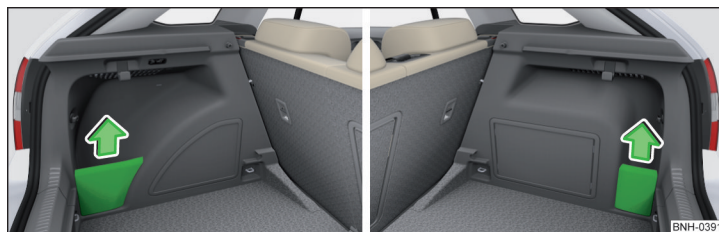

Fig. 93 Îndepărtarea capacului compartimentului de depozitare stânga/dreapta
- > Pentru **scoatere**, prindeți capacul de partea de sus și scoateți-l în sensul săgeții » fig. 93.